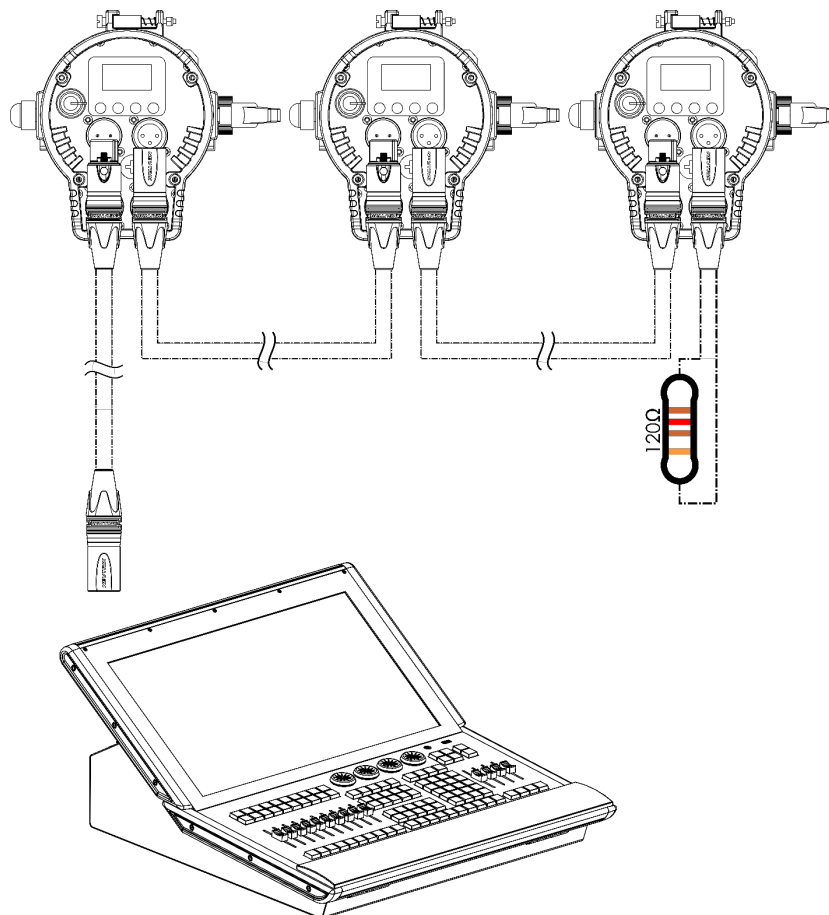

Fig. 17
- 03) Répétez l'étape 2 pour connecter tous les appareils en guirlande (voir fig. 17).